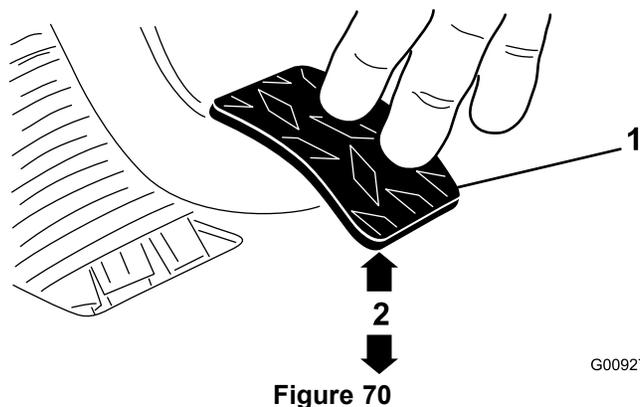

Figure 70
- Réglez les écrous de blocage et/ou la rotule jusqu'à ce que le bord inférieur arrière de la pédale d'embrayage soit à  $9,5 \text{ cm} + 3 \text{ mm}$  du haut du plancher quadrillé quand une force de  $1,8 \text{ kg}$  est appliquée sur la pédale (Figure 70).